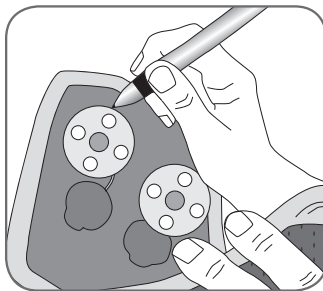

Abbildung 9-6: Markierung der Position der gebrauchten L300-Elektrodenbasen
1. Markieren Sie die Position der gebrauchten L300-Elektrodenbasen auf der Folie der L300-FS-Manschette (siehe Abbildung 9-6).